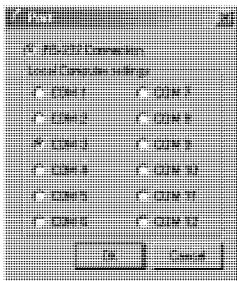

Рис. 12. Окно Port — выбор виртуального порта
4. В управляющем приложении выбрать подключение через COM-порт согласно выбранному вами виртуальному последовательному порту (см. рис. 12).